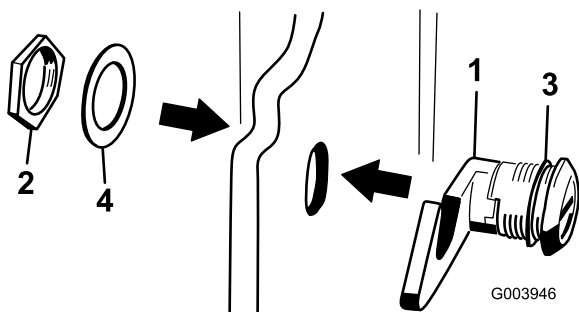

図 16
3. フードラッチアセンブリからナットを取り外す 図 16。
4. フードの外側から、ラッチのフック側をフードの穴に通す。ゴム製のシールワッシャが、フードの外側に残るようにすること 図 16。